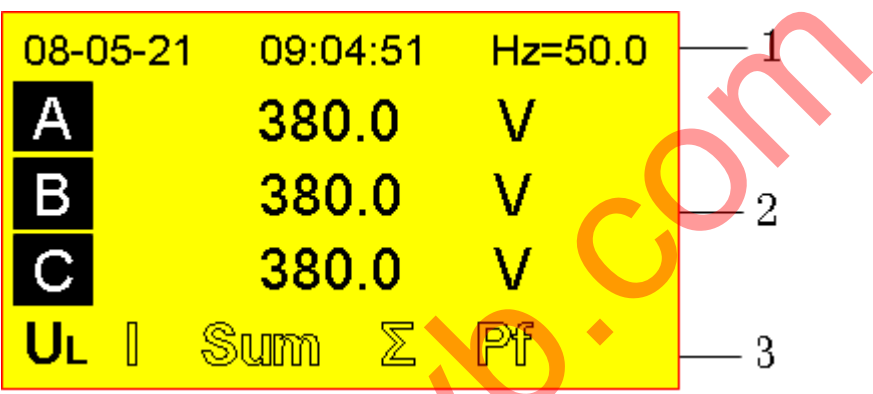

图 4.3.1-1 线电压
- 画面可分为 3 部分，即图 4.3.1-1 中标号 1、2、3 所指：
2. 对应三相电的具体电参量值，图 4.3.1-1 中所指示的为三相电压。